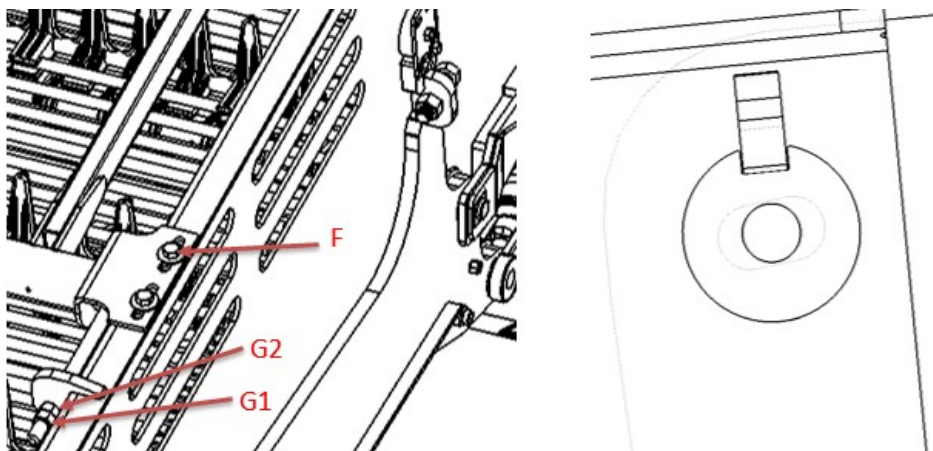

Рис. 7-5: Система натяжения и совмещение отверстий
1. Ослабьте четыре гайки  $\frac{1}{2}$  дюйма с болтами (F) - по две с каждой стороны подъемного транспортера. Ослабьте торцевые гайки  $\frac{5}{8}$  дюйма (G1) с обеих сторон подъемного транспортера.
2. С помощью второй гайки  $\frac{5}{8}$  дюйма (G2) совместите отверстия друг с другом, как показано на рис. 7-5. Для этого либо затяните гайку, чтобы поднять верхнюю секцию подъемного транспортера, либо ослабьте гайку, чтобы опустить ее.